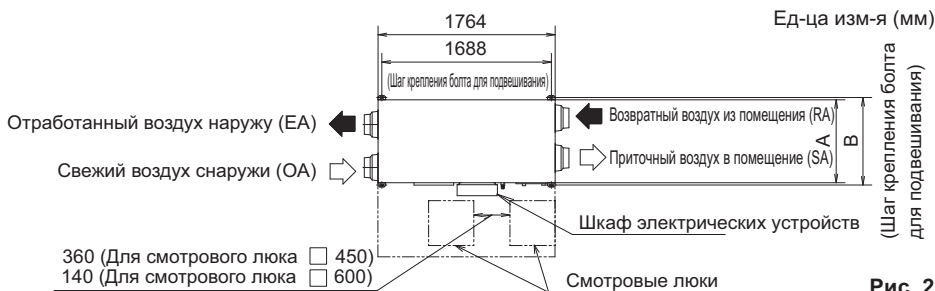

Рис. 2
1. Проверить взаимное расположение между блоком и болтами для подвешивания. (См. Рис. 2)